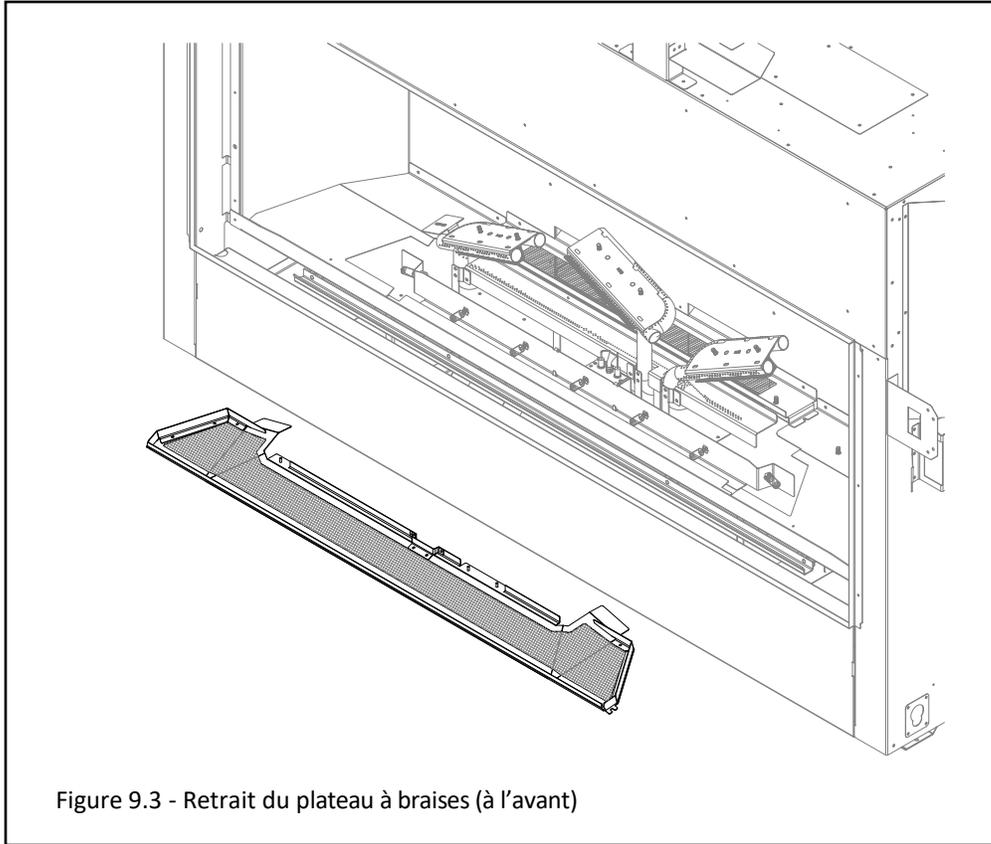

Figure 9.3 - Retrait du plateau à braises (à l'avant)
3. Retirez et conservez les (2) vis du plateau à braises à l'avant. Soulevez le plateau à braises pour le retirer de la chambre de combustion. Voir Figure 9.3.
4. Installez les (7) ampoules halogènes (fournies dans le paquet de composants) dans les socles de lampe.